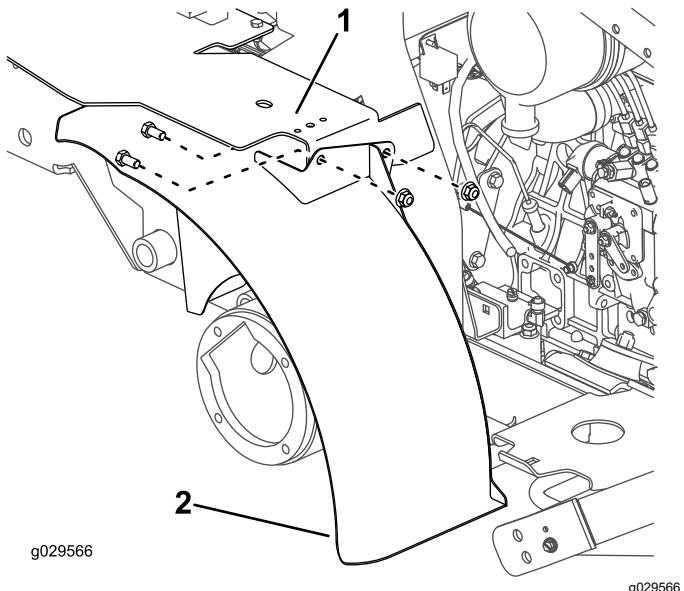

Figure 24
6. Fixez le support situé au sommet de l'aile gauche sur le support du réservoir de carburant en serrant légèrement les 2 boulons ($\frac{3}{8}$ " x $\frac{3}{4}$ ") et les 2 écrous ($\frac{3}{8}"), comme montré à la Figure 24.$